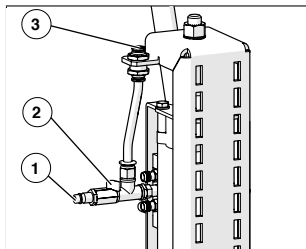
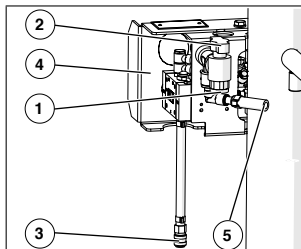
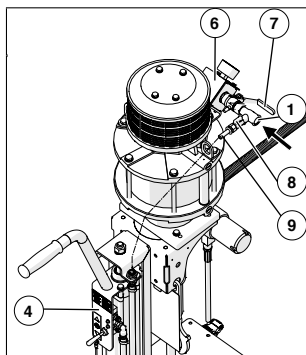
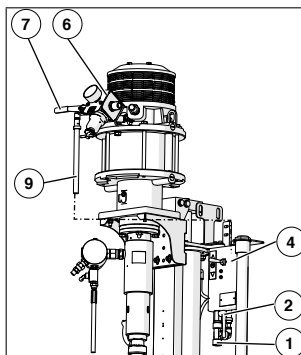

Bild 23: Tryckluftanslutning på enpelarlyft
Bild 24: Tryckluftanslutning på tvåpelarlyft
Bild 25: Tryckluftanslutning på enpelarlyft i kombination med luftmotor ≥ 200 , slaglängd 410 mm
Bild 26: Tryckluftanslutning på enpelarlyft i kombination med luftmotor ≥ 200 , slaglängd 410 mm
2. Anslut tryckluftledningen till maskinens tryckluftanslutning. Tryckluftanslutningen finns på hissens styrenhet (Bild 23 och Bild 24). Undantaget vid användning av hissen i kombination med en luftmotor ≥ 200 . Här ansluts, frigges och spärras tryckluften på luftmotorns luftgång (Bild 25 och Bild 26).